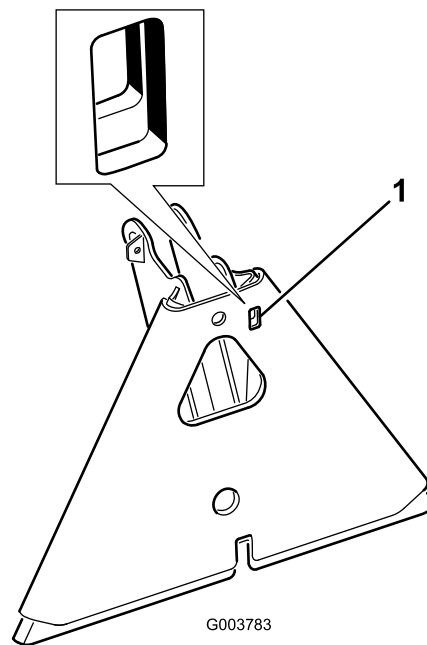

図 12
**注** アタッチメントのアダプタがトラクションユニットのアダプタに引っかかってしまった時は、ボールやドライバーなどをスロットに差し込んで外してください（図 12）。